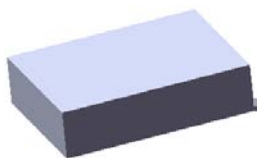
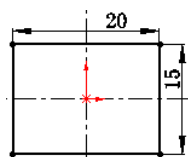

图 16.6.30 凸台一拉伸 1
图 16.6.31 横断面草图
Step2. 创建图 16.6.30 所示的零件基础特征——拉伸 1。
(1) 选择命令。选择下拉菜单 **插入(I)** → **凸台/基体(B)** → **拉伸(E)...** 命令(或单击“特征(F)”工具栏中的 按钮)。
(2) 定义特征的横断面草图。
① 定义草图基准面。选取前视基准面作为草图基准面。
② 定义横断面草图。在草图环境中绘制图 16.6.31 所示的横断面草图。
③ 选择下拉菜单 **插入(I)** → **退出草图** 命令, 退出草图环境, 此时系统弹出“凸台一拉伸”对话框。